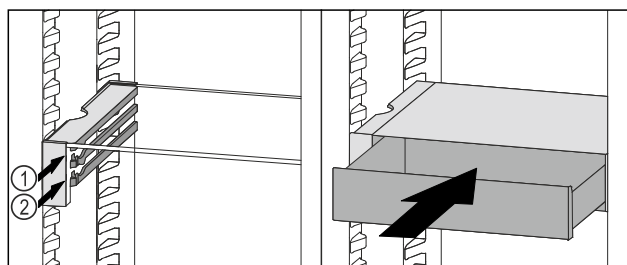

Fig. 96
- Plasser VarioSafe-skuffen bak stopperne på ønsket rille Fig. 96 (1) eller Fig. 96 (2).